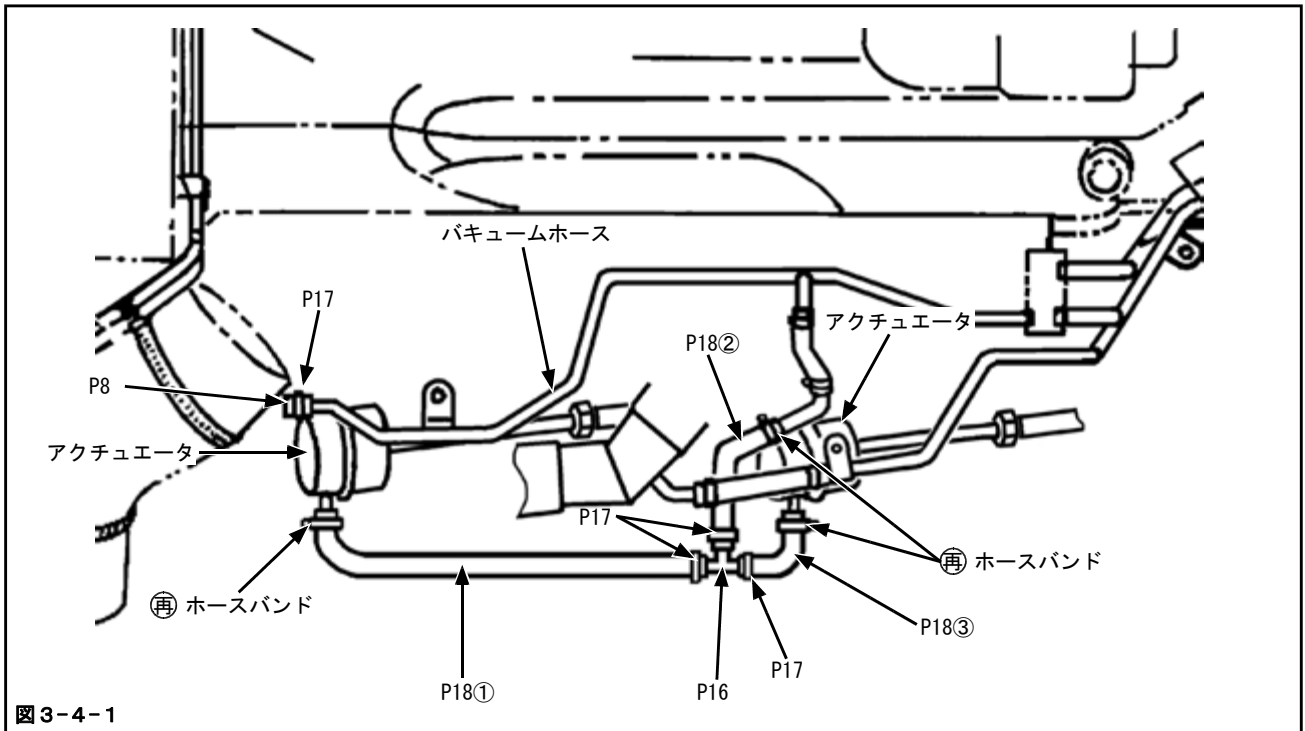

図3-4-1
(1) ゴムキャップφ6, タイラップ(小)を使用して、バキュームチューブに取付けてください。(図3-4-1)
(図3-4-1) (P16×1, P17×3)